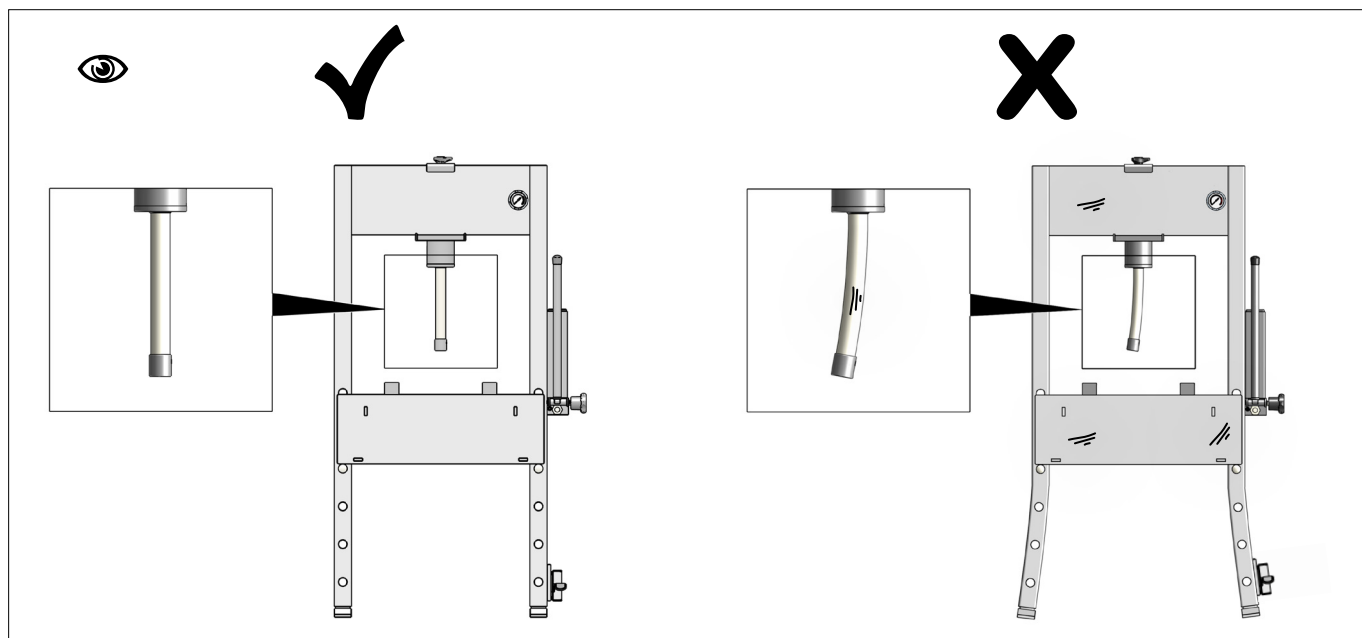

Fig.26
- Ⓚ (DK) **Sikkerhedsmæssige eftersyn**
- Ⓚ (NO) I henhold til nationale bestemmelser – dog mindst en gang om året – skal følgende kontrolleres af en sagkyndig:
- Skader og unormalt slid (Fig.26)
- Ⓚ (GB) **Safety Inspection**
- Damage, wear and tear (Fig.26)
- Ⓚ (DE) **Sicherheitsinspektion**
- Schäden und ungewöhnliche Abnutzung (Fig.26)
- Dommages et usure (Fig. 26)
- Slitage (Fig. 26)
- Vauriot ja yleinen kuluminen (Fig. 26)
- Schade en slijtage (Fig. 26)
- Daños y desgaste (Fig. 26)
- Повреждений и износа (Fig. 26)